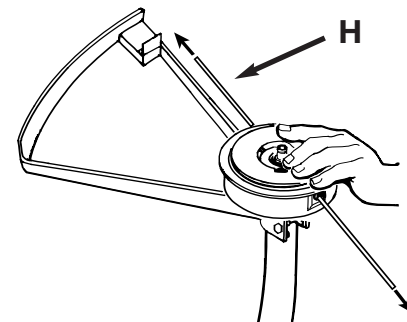

Fig. 13
8. Enfoncer la bobine (E) tout en faisant avancer le fil dans les oeillets (G). Vérifier que le ressort se positionne correctement dans la bobine (Figure 13).